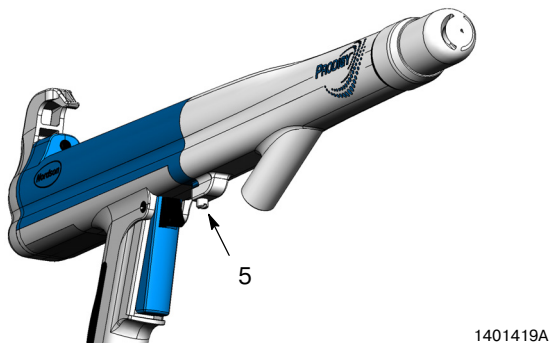

Рис. 2 Ослабление установочного винта переходника
2. См. рис. 2. Ослабить установочный винт (5) в нижней части переходника.